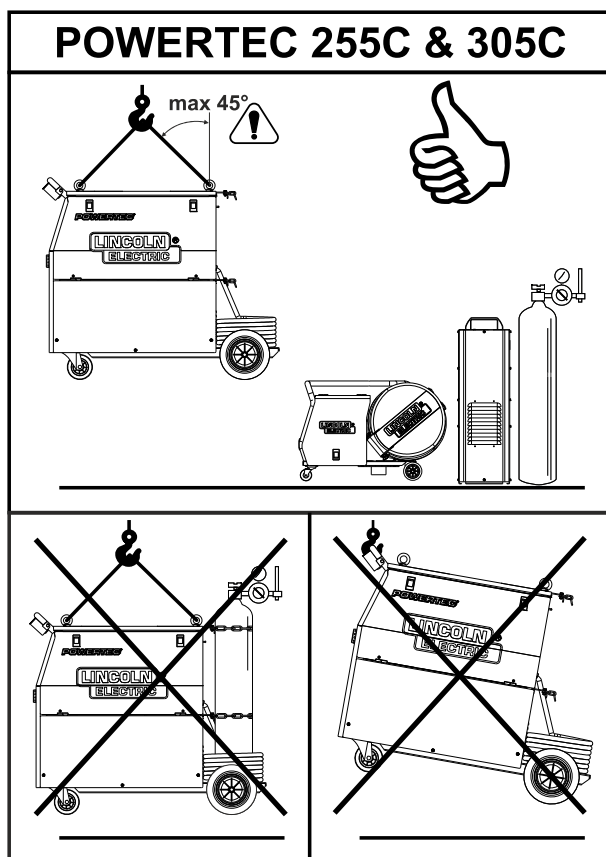

Figura 21
Trasporto e sollevamento sicuro delle saldatrici POWERTEC 255C e 305C (vedere Figura 21):
- Avvitare una vite a occhiello e applicare il carico assialmente con un angolo di 45 gradi come indicato in Figura 21.